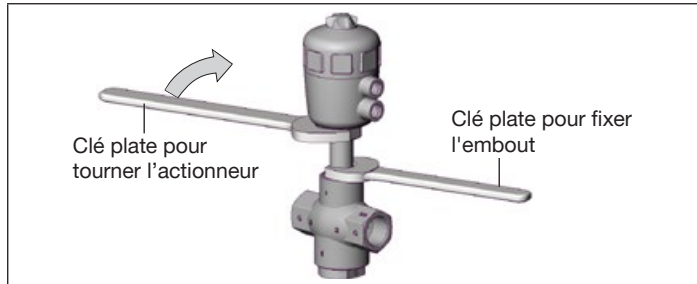

Fig. 5 : Tourner avec une clé plate
- Positionner une clé plate appropriée sur le six pans de l'actionneur (voir « Fig. 5 »).
- ▶ Tournez l'actionneur uniquement dans le sens prescrit (voir « Fig. 5 »).